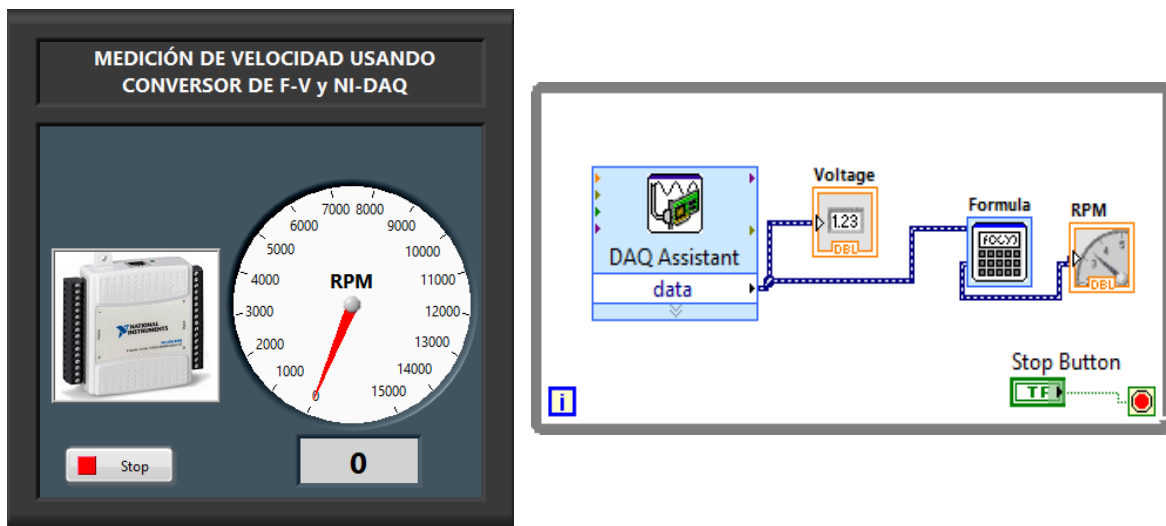

Figura 6.14. Programa para sensar una señal analógica de voltaje con la NI-DAQ
- Programe en LabVIEW la aplicación mostrada en la figura 6.14.